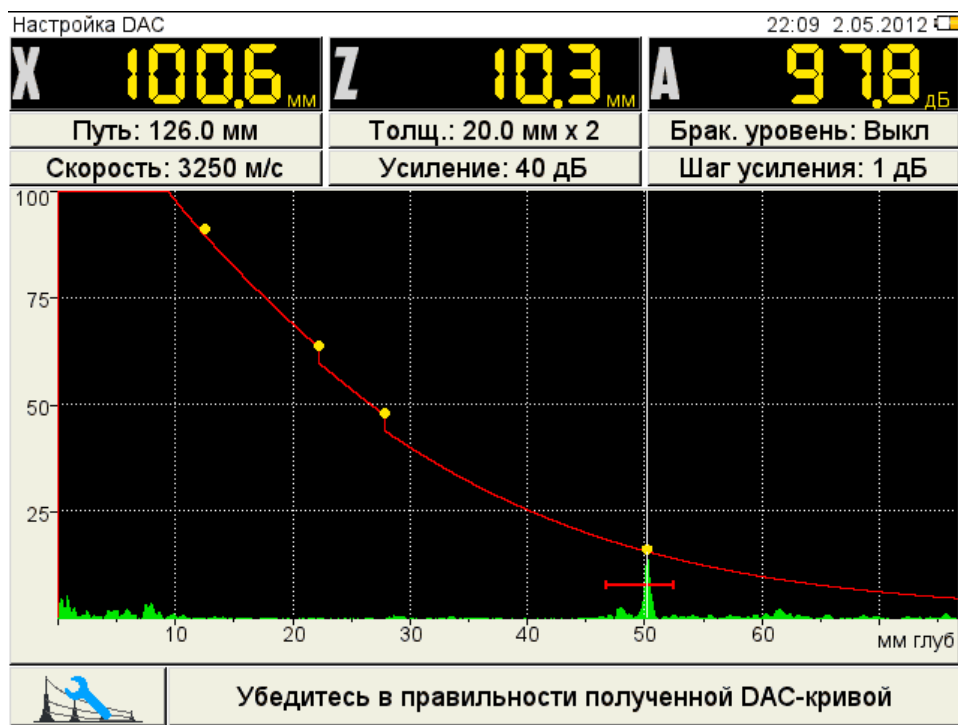

Рисунок 29
- нажать  для построения кривой (рисунок 29).